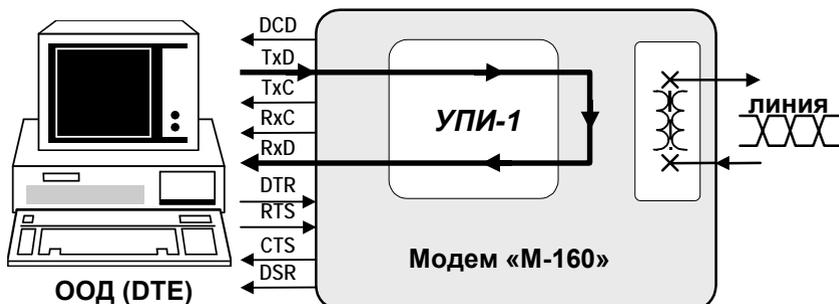

Рис. 9 *Местный шлейф (LL)*
Суть проверки *Местный шлейф (LL)* показана на Рис. 9. Данные, поступающие в модем из ООД (DTE) через УПИ-1, проходят через все основные узлы модема и возвращаются в ООД (DTE) через УПИ-1. Данные от физической линии игнорируются.